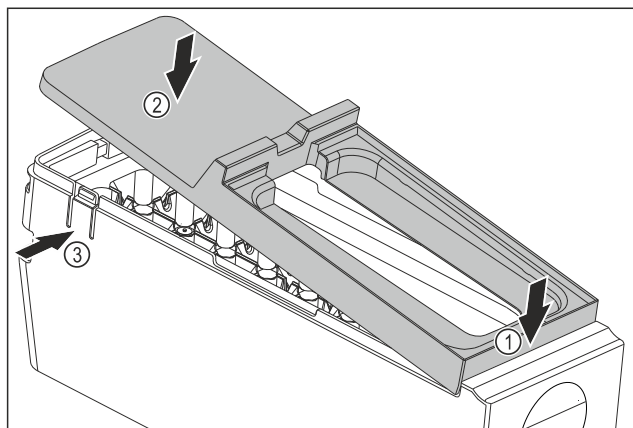

Fig. 89
- ▶ Abdeckung des EasyTwist-Ice-Korpus montieren: Abdeckung vorne ansetzen. Fig. 89 (1)
- ▶ Abdeckung hinten absenken. Fig. 89 (2)
- ▶ Abdeckung rastet hörbar in beiden Laschen Fig. 89 (3) ein.